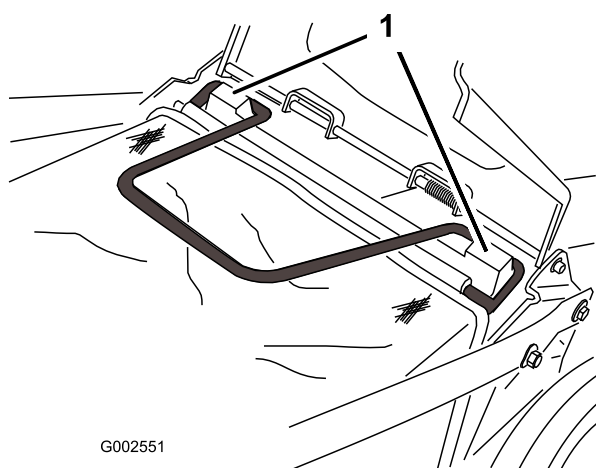

Figure 20
3. Montez le bac sur les supports prévus à cet effet (Figure 20).